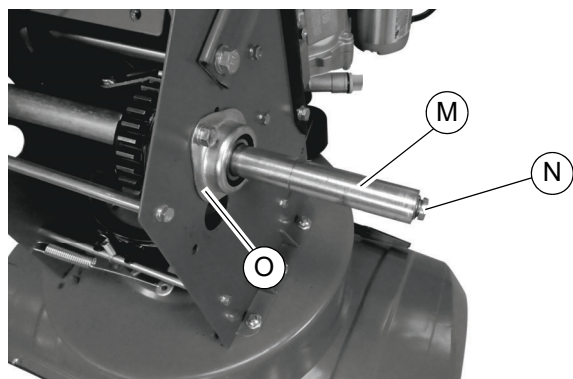

Figura 4-25. Ejes interior y exterior
11. Consulte la **Figura 4-25**. Afirme el eje exterior de mayor diámetro (M) del semieje del lado derecho, mientras golpea el eje interior de menor diámetro (N) con un martillo antirrebote. Esto empujará el eje más pequeño hacia el interior y lo separará del eje exterior más grande.